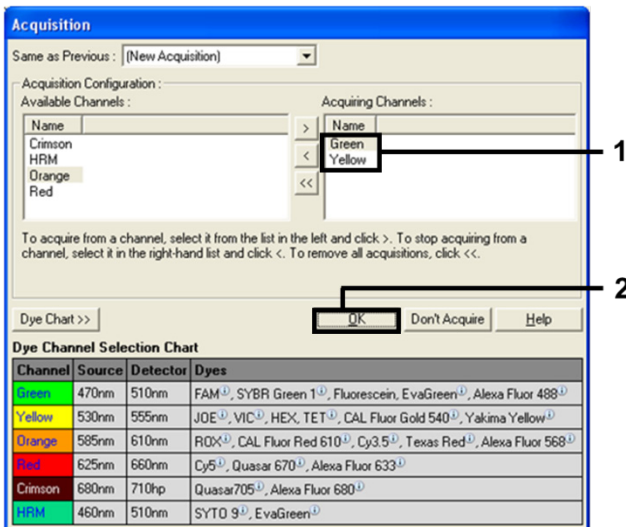

Figura 8. Adquisición en el paso de ciclado a 60 °C.
10. Seleccione Green y Yellow en la lista Available Channels (Canales disponibles) y, a continuación, haga clic en > para transferirlos a la lista Acquiring Channels (Canales de adquisición). Haga clic en OK (Aceptar) (Figura 8).